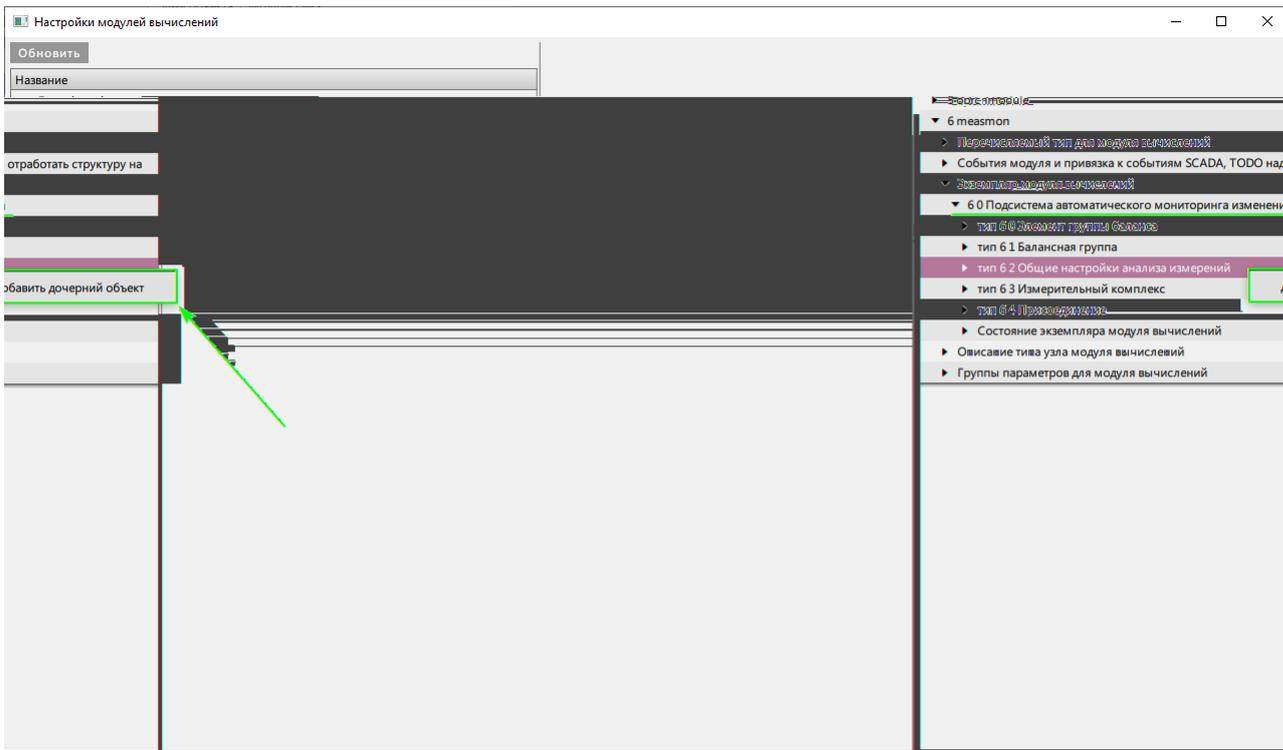

Рисунок 450 - Общие настройки анализа измерений
11. В узле экземпляра модуля вычислений нажмите **Добавить дочерний объект** по тип **6 2 Общие настройки анализа измерений** и выберите **Добавить дочерний объект** (Рисунок 450).